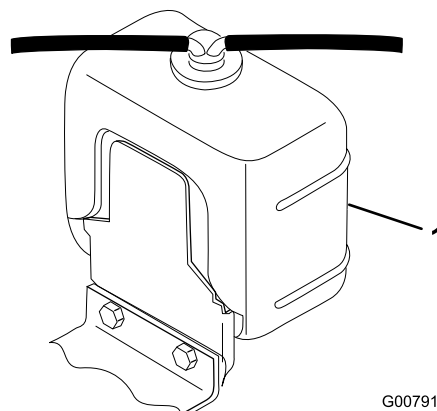

Figura 32
1. Retire con cuidado el tapón del radiador y el tapón del depósito de expansión (Figura 32).
2. Compruebe el nivel de refrigerante en el radiador y en el depósito de expansión (Figura 32).